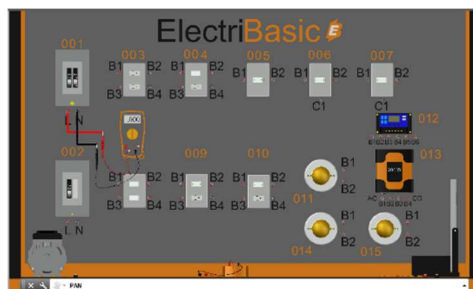

Fig.2
- 3.-Medir el voltaje en 001-L1 en, con el cable Rojo (INPUT) del multímetro colocarlo en la 001-L y el negro (COM) en el borne 001-N, procurando estar con los equipos de protección necesarios para medición y buscando tocar solo las partes aisladas de la medición. Fig.2